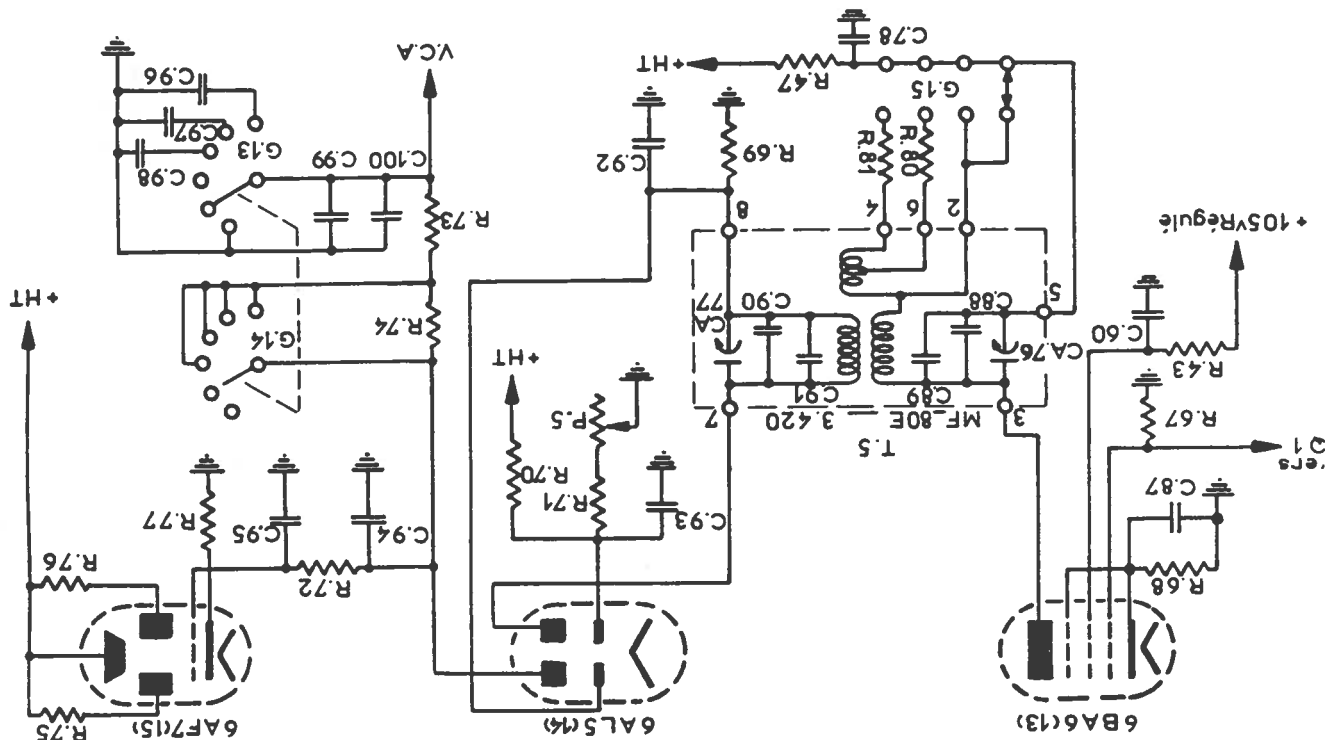

Figure 12. — Etage amplificateur moyenne fréquence 80 kilocycles de V.C.A.
5.07 ETAGE AMPLIFICATEUR MOYENNE FREQUENCE 80 KILOCYCLES DE V.C.A. (fig. 12).